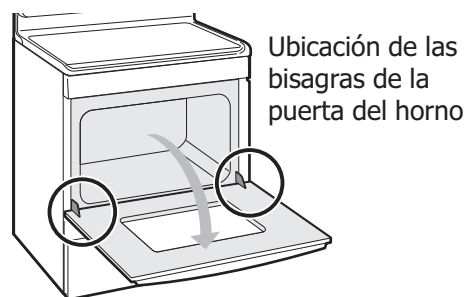

Figura 15: Ubicación de las bisagras de la puerta
1. Abra completamente la puerta del horno, dejándola horizontal con el piso (vea la Figura 15).
3. Abra completamente la puerta del horno, dejándola horizontal en relación con el piso (vea la Figura 15).